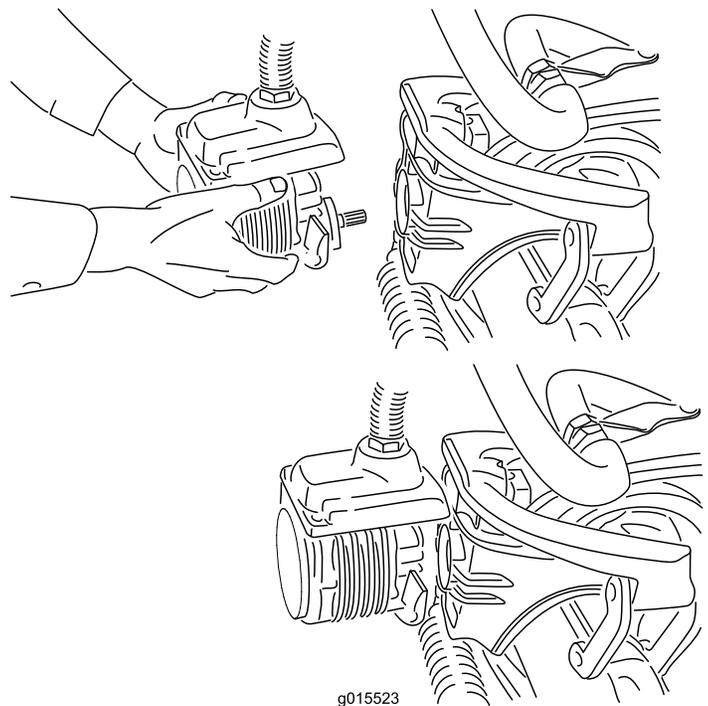

Figura 40
- Mueva el motor al lugar de almacenamiento en la parte delantera del brazo de suspensión (**Figura 40**).